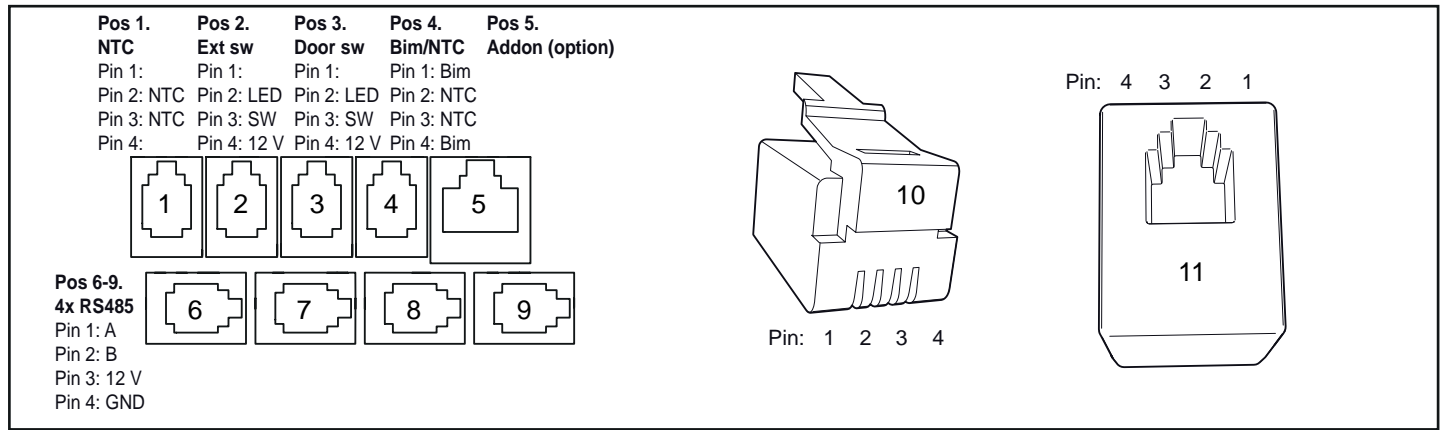

Figure 19 : Prises modulaires, description (Pos. 1-4 et 6-9 : RJ10, Pos. 5 : RJ45)
1. Prise modulaire (RJ10, voir figure 19)